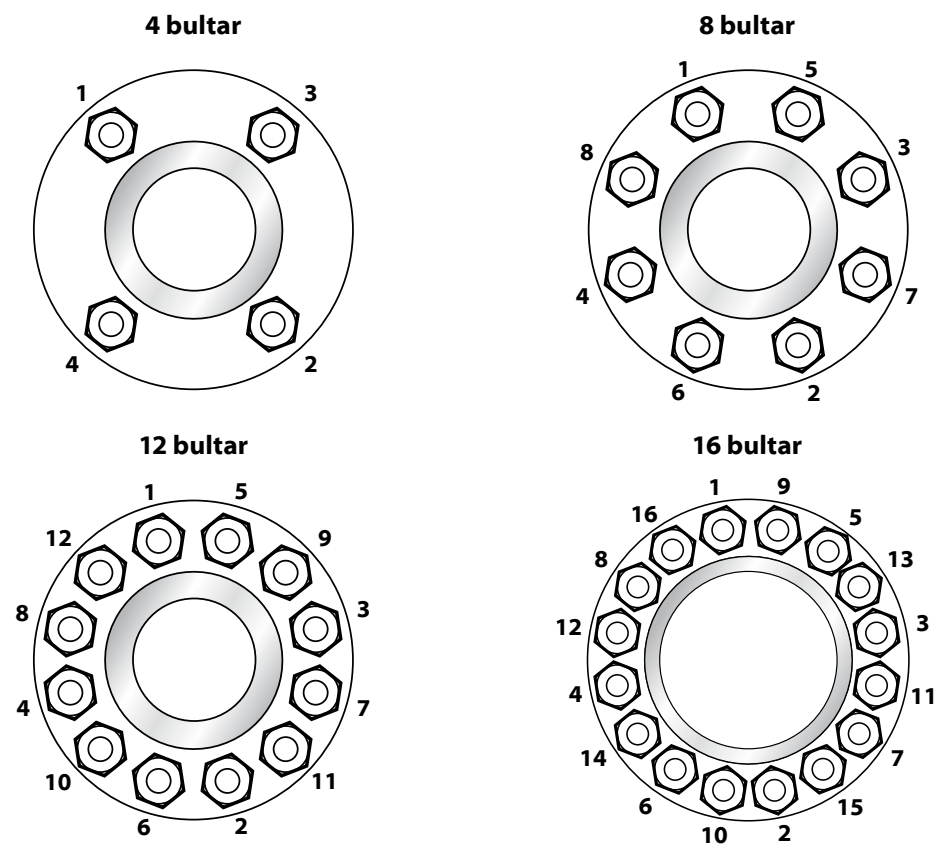

Fig.5-7 Åtdragning av flänsförband
7. Bultarna ska korsdras enl. (→ Fig.5-7)